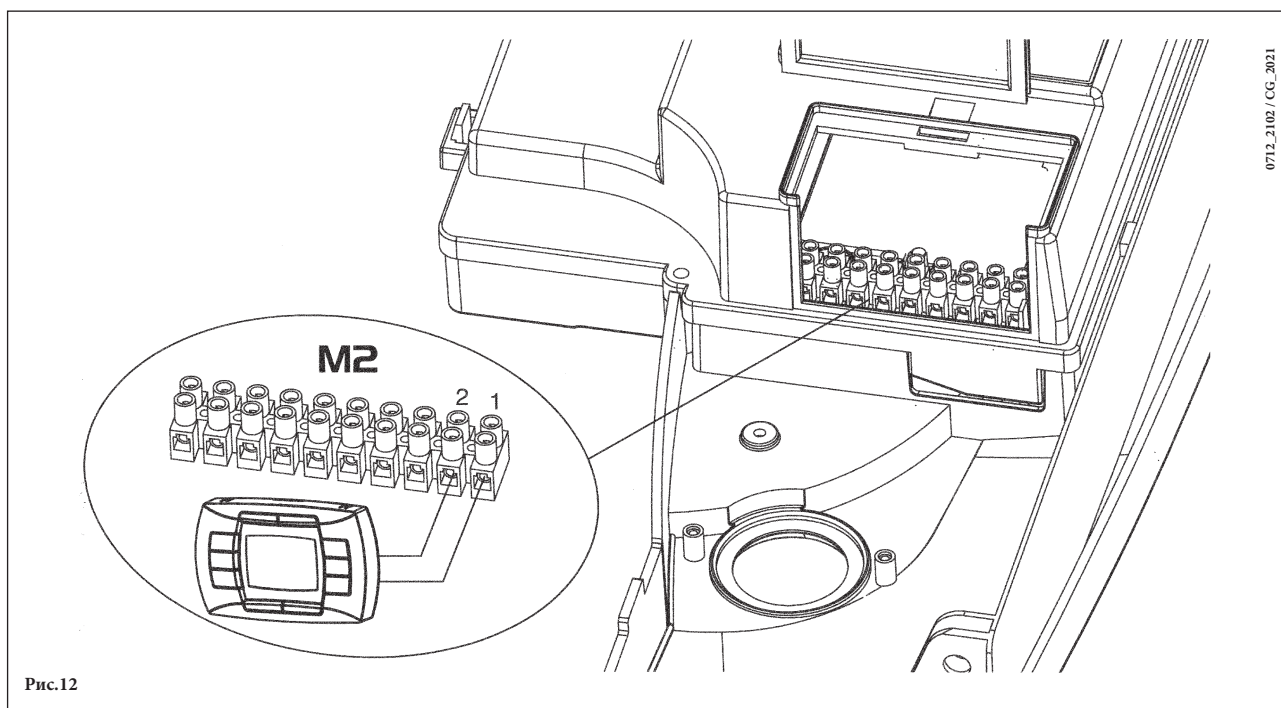

Рис.12
2. открыть доступ к клеммной колодке M2 как показано на рис.12;